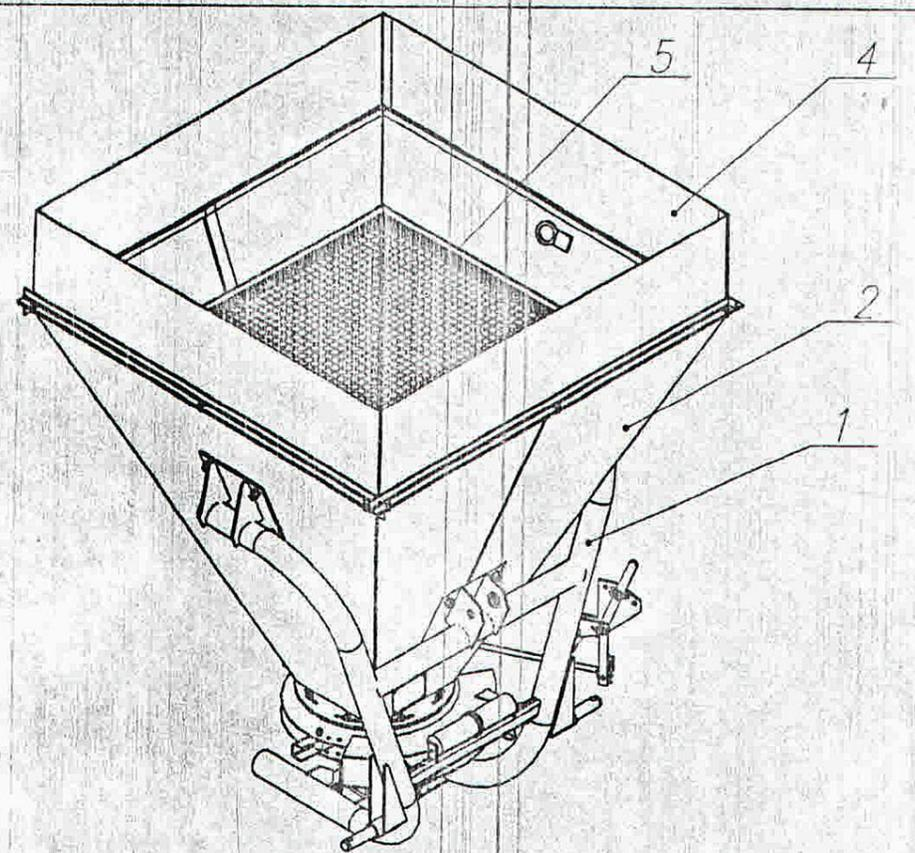

Рис. 1 Разбрасыватель РУН-0,8 "КОРМАШ" вид общий
- 3.1. Разбрасыватель РУН-0,8"КОРММАШ" состоит из следующих основных сборочных единиц: рамы, бункера, рассеивателя и механизма управления заслонками и привода (рис. 1).
- 3.11. Решето 4 (рис.1) представляет собой металлическую сетку, которая устанавливается внутри бункера и служит для предотвращения попадания в бункер крупных кусков слежавшихся удобрений или посторонних предметов.